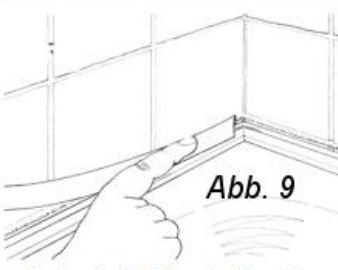

Abb. 9
10. Positionieren Sie die längere der LEISTEN 2 so, dass ein Ende die zwei vertikalen Schenkel der LEISTE 1 spreizt. Danach schieben Sie diese Schritt für Schritt, über die ganze Länge, bis sie mit der anderen Leiste 1 in der Ecke richtig bündig ist. Der Dichtungsklebstoffe an der Wand/Fliesen sammelt sich unter LEISTE 2, fixiert diese an der Wand und versiegelt eventuelle Lücken. Falls notwendig tragen Sie mehr Dichtungsklebstoff auf. Benutzen Sie einen feuchten Lappen um überschüssigen Klebstoff zu entfernen.....(Abb. 9)